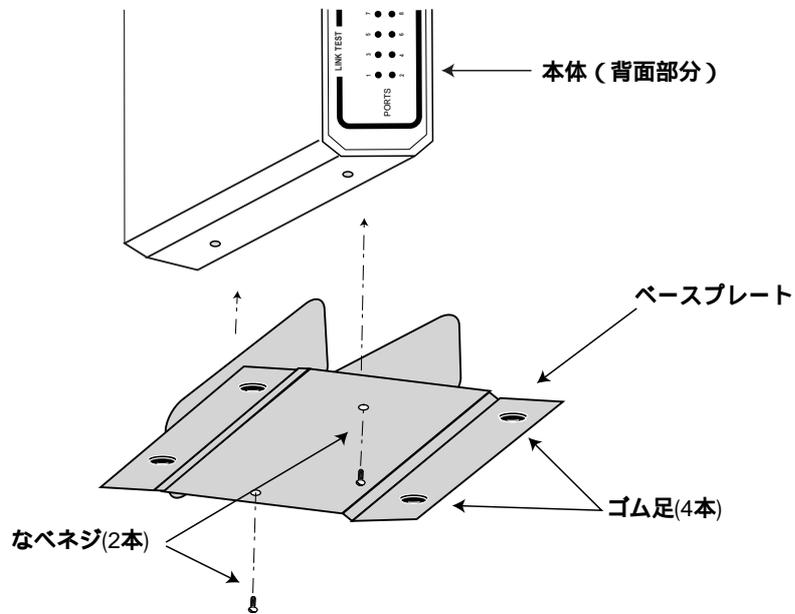

図5：ベースプレートへの取り付け
3. ベースプレートを本体の電源用コンセントがある側と反対の側に取り付け、2本のM4 x 8なベネジでそれぞれ固定します（図5を参照）。